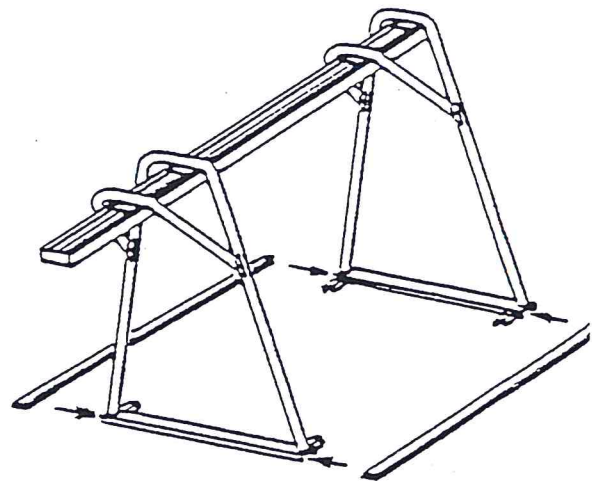

Fig. 2a
- 3) Zet de brug recht. Bevestig de twee verbindingstangen aan de onderkant van de bogen en zet ze vast met behulp van bouten (4) met moeren (zie fig. 2a).